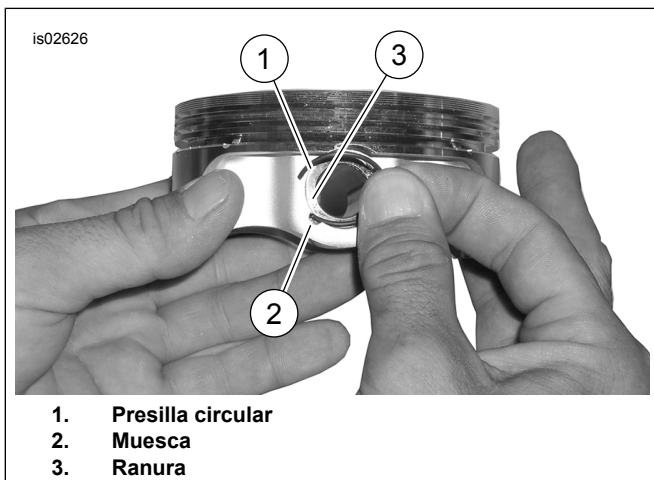

Figura 3. Presilla circular y pistón
1. Vea Figura 3. Inserte el extremo abierto de la presilla circular (1) en la muesca (2) en la ranura (3) alrededor del pasador del pistón de modo que el espacio vacío esté hacia arriba o hacia abajo cuando se instale.